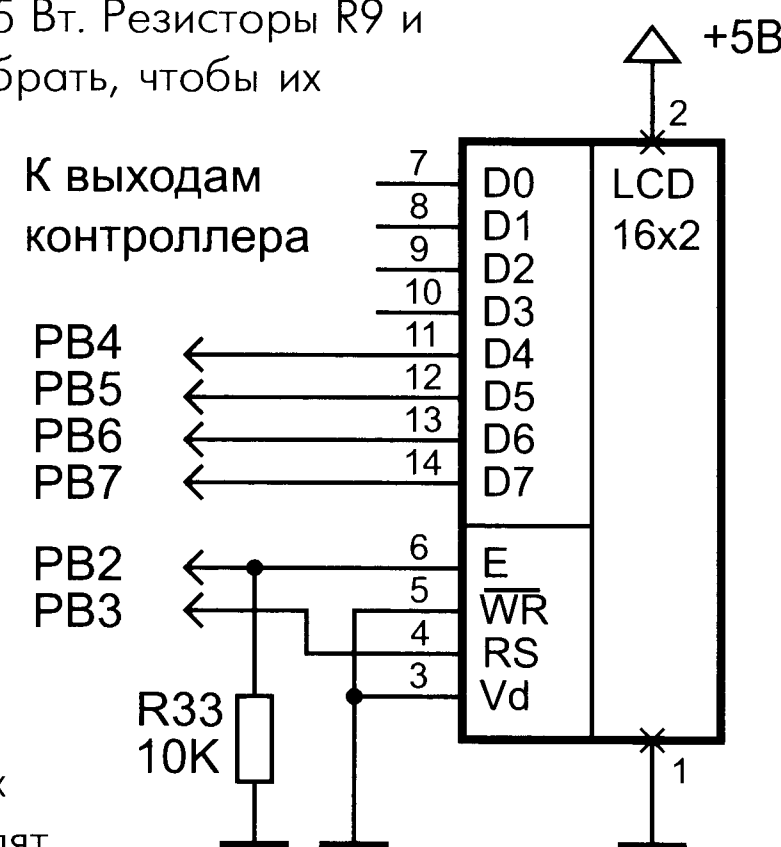

рис. 6
4. В качестве альтернативного устройства индикации теперь можно использовать двухстрочный 16-символьный ЖКИ. Этот режим включается при замыкании переключателя S3. В этом случае сигнальные выводы ЖКИ подключаются согласно схеме вместо светодиодов. Также на модуль ЖКИ необходимо подать напряжение +5 В и подключить «земляной» провод. Резистор R33 монтируют непосредственно на контактах модуля ЖКИ (рис.6).